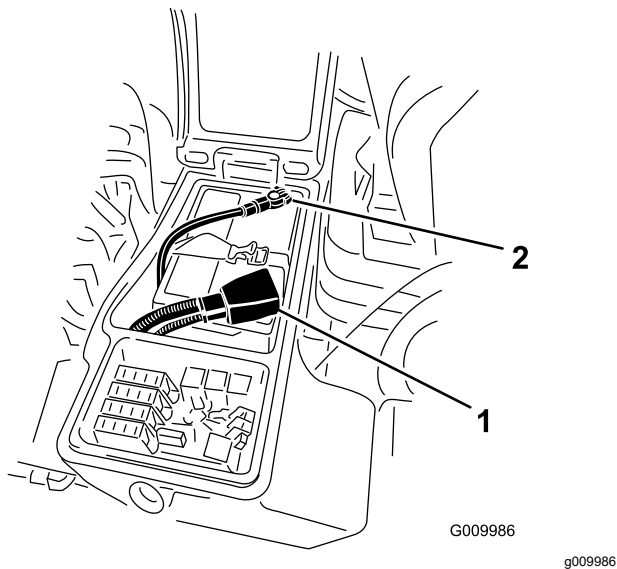

Figura 67
3. Retire el cable negativo (negro) del terminal negativo (-) y el cable positivo (rojo) del terminal positivo (+) de la batería (Figura 67).
6. Conecte el cable positivo (rojo) al borne positivo (+) y el cable negativo (negro) al borne negativo (-) de la batería (Figura 67).